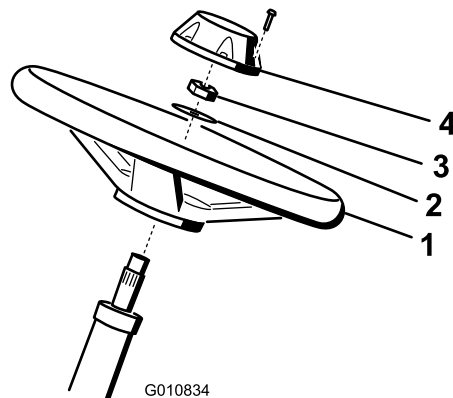

图4
1. 将方向盘滑入转向轴 (图4)。
2. 将垫圈滑入转向轴 (图4)。
3. 使用锁紧螺母将方向盘固定到转向轴上，旋紧至 27~35Nm (图4)。
4. 将中心盖安装到方向盘上，并用螺丝固定 (图4)。